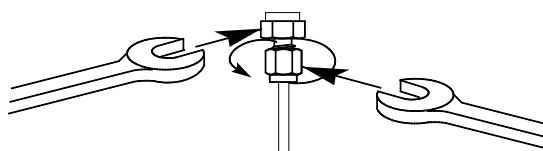

図 11 最終の締め付け
- 8** 1/8インチSwagelokフィッティングには、7/16インチのスパナ2本を使用し、フィッティングを 3/4 回転締めます（図 11）。
1/4インチフィッティングには、9/16インチのスパナ2本を使用し、1-1/4 回転締めます（図 11）。